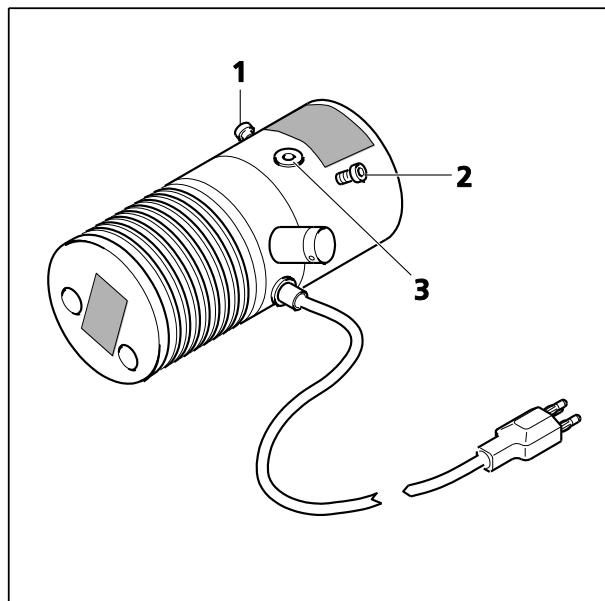

Fig. 51 Réglage la lampe accessoire VIS-LED
- Retirer l'oculaire. Utiliser les vis de réglage (Fig. 51/1 et 2) centrer l'image du dispositif d'éclairage dans l'image de la pupille.
- Utiliser la vis de réglage (Fig. 51/3) pour obtenir un éclairage optimal et uniforme de l'image de la pupille.